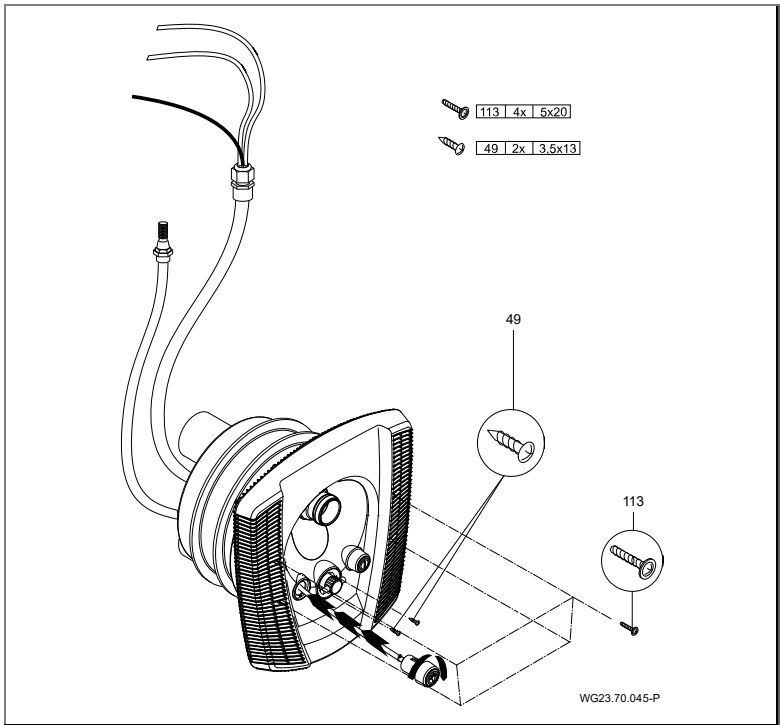

Fig. 18
7. Fissare la mascherina/copertura (93) con le quattro viti (113) all'alloggiamento degli ugelli (102.1). Inserire i due tasti pneumatici nell'corpo aspirazione e bloccare girando in senso orario. (Fig. 18)